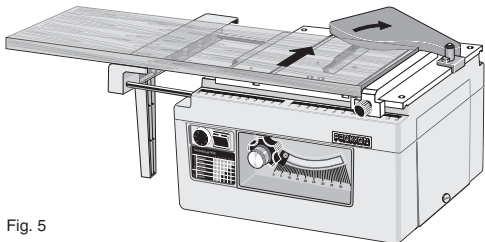

Fig. 5
3. Nach dem Einschalten der Maschine das Werkstück langsam wie in Fig. 5 gezeigt, bewegen. Achten Sie darauf, dass die Schutzhaube sich richtig mitbewegt. Achten Sie ebenfalls sorgfältig auf eine sichere Auflage des Werkstücks !
3. After switching on the machine, move the work-piece slowly, as shown in fig. 5. Make sure that the protective cover follows the movement correctly. You should also take care that the work-piece is placed securely on the table.
3. Après la mise en circuit de la machine, bougez la pièce à usiner lentement comme indiqué dans la fig. 5 en veillant à ce que le capot de protection bouge correctement en même temps. Veillez également attentivement à ce que le support de la pièce à usiner soit sûr.